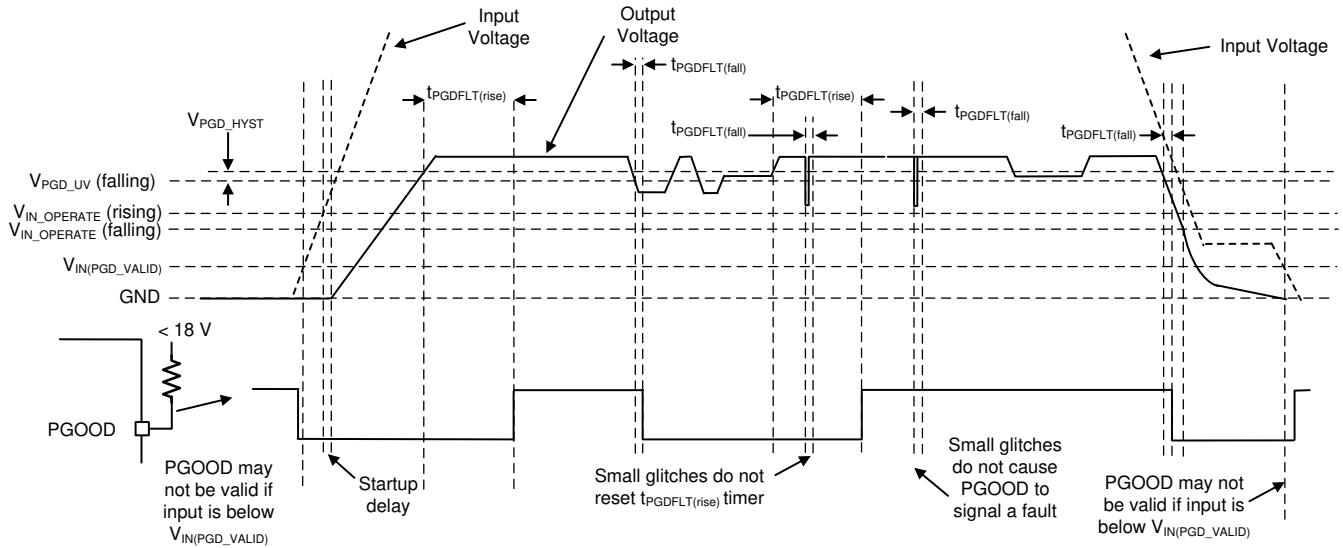

图 7-13. PGOOD 时序图 (不包括 OV 事件)
实现了 PGOOD 功能以替代分立式复位器件，从而减少 BOM 数量并降低成本。当反馈 (FB) 电压超出指定的 PGOOD 阈值时，PGOOD 电压变为低电平（请参阅图 6-8）。此操作可能发生在电流限制和热关断期间，以及处于禁用状态和正常启动期间。干扰滤波器可防止在输出电压的短时偏移（例如在线路和负载瞬态期间）时出现错误标志。输出电压波动若持续时间短于 $t_{PGDFLT(fall)}$ ，不会触发 PGOOD 标志。请参阅图 7-13，以充分了解 PGOOD 运行。